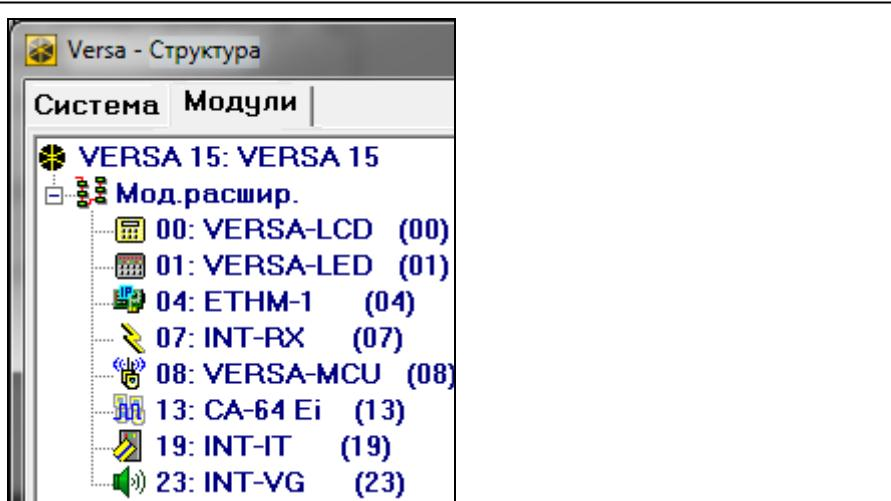

Рис. 12. Программа DLOADX: список устройств, подключенных к прибору, отображается в закладке «Модули», в окне «Versa – Структура».
- программы DLOADX: окно «Vera – Структура» → закладка «Модули». Список устройств отображается в виде дерева с левой стороны окна (рис. 12). Кликните по названию устройства для настройки.